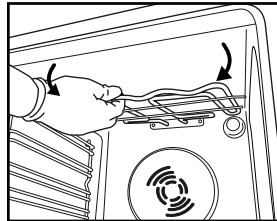
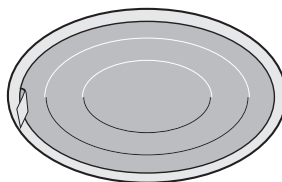

Fig. 6
Fig. 7
2. Svitare il copri-lampada (Fig. 6), sostituire la lampada (per il tipo vedere nota) e riavvitare il copri-lampada (Fig. 7).
### **Filtro grassi (Fig. 7)**